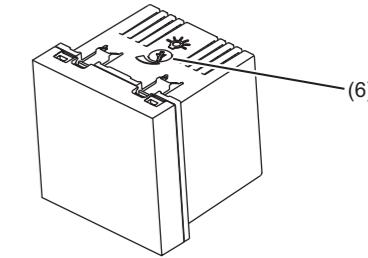

Figura 6: ajuste de luminosidad
- Extraer la pieza central (5) del anillo de sujeción.
- Retirar el marco (2).
- Extraer el mecanismo (1) de la caja empotrable.
- Ajustar el potenciómetro (6) (figura 6).
- Colocar el marco (2) con el anillo de sujeción del mecanismo (6).
- Encargar la pieza central (5).